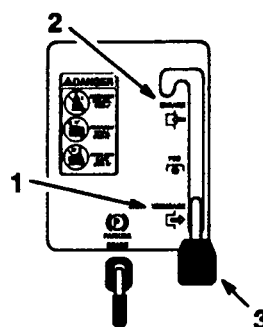

Fig 9
3. Spostate il comando della lama (PDF) in posizione di disinnesto "DISENGAGED" (Fig. 9).